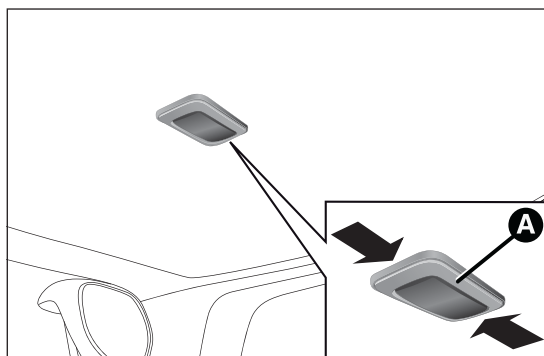

Abb. 42
- Auf den von den Pfeilen angegebenen Punkt einwirken und die Deckenleuchte A Abb. 42 entfernen.
- Die Deckenleuchte A Abb. 42 wieder in ihrer korrekten Position einsetzen, indem zuerst die eine Seite eingeführt wird und dann die andere bis zum hörbaren Einrasten eingedrückt wird.